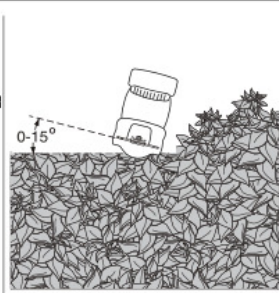

Fig.8
- Start met het trimmen van de bovenkant van de heg. Draai het gereedschap een beetje (tot 15° relatief ten opzichte van de snijlijn), zodat de punten van de messen een beetje naar beneden in de richting van de heg wijzen (afb. 8). Hierdoor kunnen de messen effectiever snijden. Houd het gereedschap in de gewenste hoek en beweeg het gelijkmatig langs de snijlijn. De dubbelzijdige messen stellen u in staat in beide richtingen te snijden.